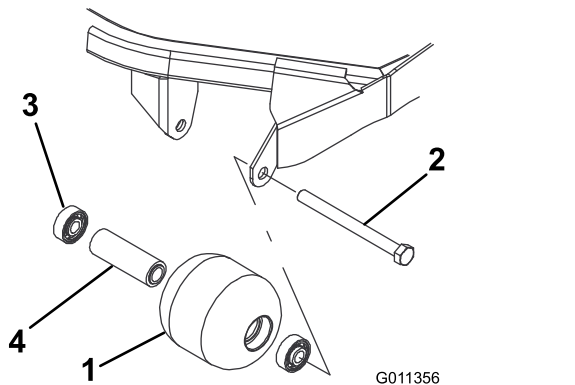

Figure 87
1. Retirez le boulon de fixation du galet (Figure 87).
4. Vérifiez l'état du logement de roulements, des roulements et de l'entretoise de roulements (Figure 87) Remplacez les composants endommagés et remontez-les.
1. Enfoncez le premier roulement dans le logement à la presse (Figure 87). Exercez la pression uniquement sur la bague extérieure ou uniformément sur les bagues intérieure et extérieure.
2. Insérez l'entretoise (Figure 87).
3. Enfoncez le second roulement dans le logement à la presse (Figure 87). Exercez une pression uniforme sur les bagues intérieure et extérieure jusqu'à ce que la bague intérieure rencontre la douille d'écartement.